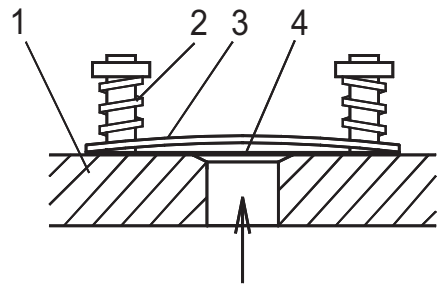

Abb. 2.3 Lamellenventil – prinzipieller Aufbau
- 9. Abbildung 2.3 zeigt den prinzipiellen Aufbau eines Druckventils in Lamellenform.